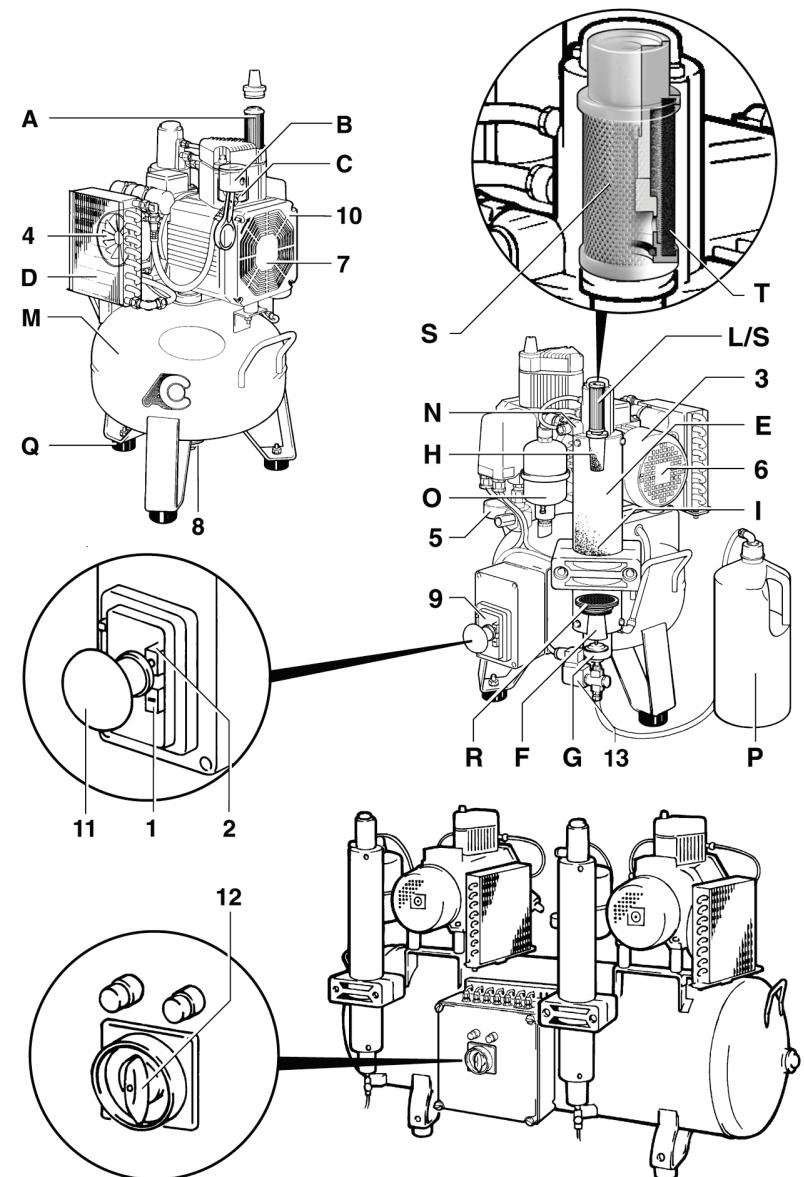

Рис. 1
Состав компрессора представлен на рис. 1
Воздух в компрессоре несколько раз фильтруется и проходит через силикагелевую смесь, которая адсорбирует влагу в температурном диапазоне от +5°C до +35°C. Перерыв в работе, необходимый каждому компрессору, используется для восстановления силикагеля (см. ниже). Профильтрованный и осушенный воздух считается пригодным для инструментов и безопасен для лечения зубов с гигиенической точки зрения. Качество воздуха может быть улучшено с помощью стерилизующего фильтра (S) (см. рис. 1), установленного на выходе. Фильтр-картридж "SA" Balston с фильтрующей сеткой (T) из микроволокон боросиликатного стекла с эффективностью 99,9999+% поглощает частицы 0,01 μ. Фильтры Balston можно стерилизовать в автоклаве при температуре 135°C (max. 20 циклов); при использовании чистого воздуха срок службы фильтра около 1 года, если условия работы не потребуют более частой замены фильтра. Воздух считается чистым, если, проходя по достаточно короткому трубопроводу, не вызывает термических напряжений.
Воздух попадает в цилиндр через фильтр (A) (см. рис. 1), где происходит его предварительная очистка, этот фильтр удерживает атмосферную пыль, гарантируя чистоту воздуха и обеспечивая тем самым нормальную работу поршней и цилиндров. Движение поршня (B) внутри цилиндра (C) осуществляется без смазки, покрытие поршня совместимо с покрытием внутренней части цилиндра, и поэтому не происходит существенного износа их поверхностей в результате трения.
Когда компрессор подключен к электросети и воздушной магистрали, для включения нажмите черную кнопку (1) (см. рис.1).
Если компрессор установлен в пыльном помещении или там, где в него могут попасть крупные частицы мусора, песок, сухие листья и т. п., нужно очень часто очищать и заменять фильтры на головках компрессора. Если компрессор установлен в чистом помещении, то достаточно очищать фильтр (A) (см. рис. 1) каждые 3 месяца и заменять его каждые 6 месяцев. Если установлен стерилизующий фильтр Balston (S), изготовитель рекомендует стерилизовать его в автоклаве при температуре 135°C по меньшей мере каждые 6 месяцев, но не более 20 раз. При снятии фильтра Balston рекомендуется надеть одноразовые перчатки и сразу же поместить фильтр в автоклав.